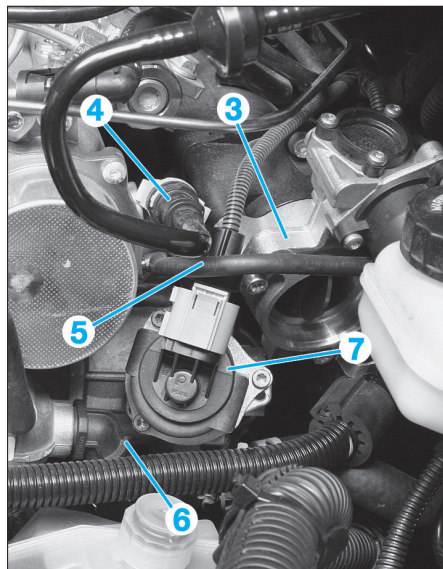
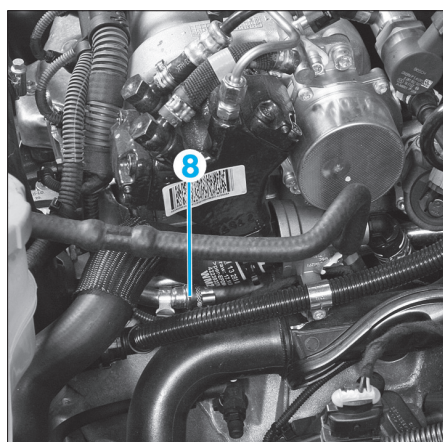

Fig. 48
Fig. 49
- déposer le tuyau d'air de suralimentation (2) du collecteur d'admission,
- Moteur Z 13 DTH, déposer le boîtier papillon (3) (Fig.48),
- la conduite à dépression du servofrein (4),
- la durit à dépression (5),
- déposer le tuyau de liquide de refroidissement (6) sur le boîtier de thermostat,
- déposer l'électrovanne EGR (7) (3 vis).
- Déposer le tuyau de liquide de refroidissement (8) entre le boîtier de thermostat et l'échangeur eau/huile (Fig.49).